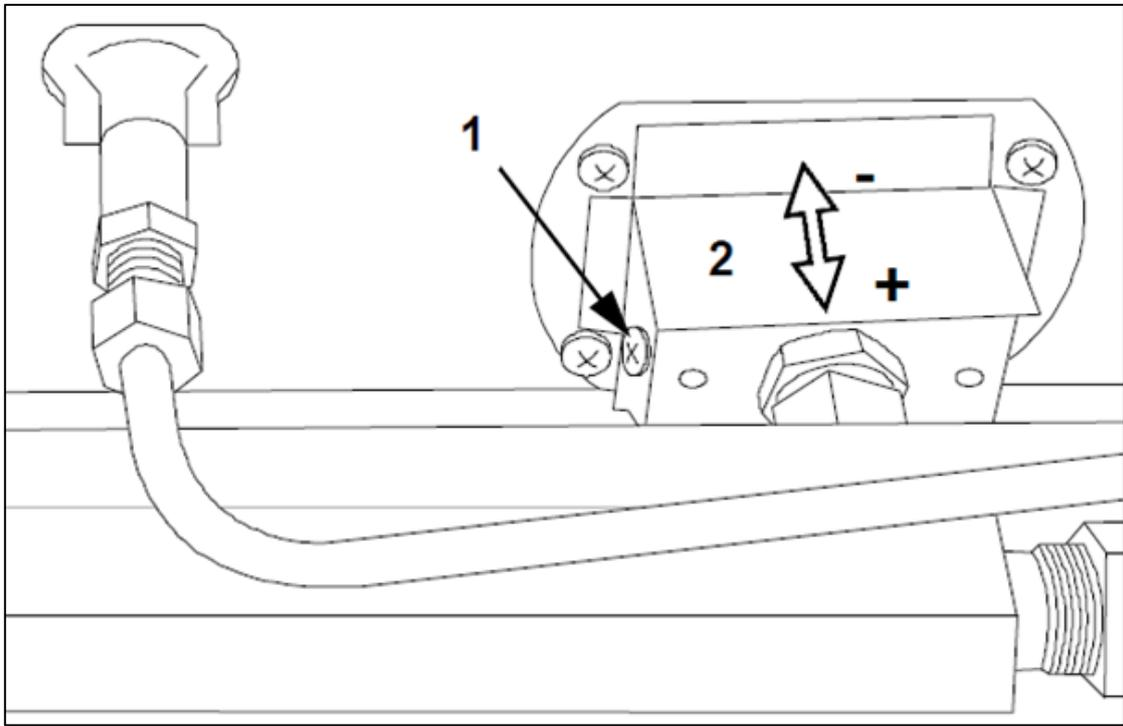

FIG. 9
Quitar el panel frontal (fig.3-Ref.2) destornillando los tornillos, quitar el registro aire (fig.9 Ref.1/2), los inyectores quedan ahora visibles y accesibles. Destornillarlos con la correspondiente llave fija y sustituirlos por los adecuados, según las indicaciones de la tabla de los datos técnicos relativa al modelo de horno adquirido.
Aflojar el tornillo (FIG.9-Ref.1) y hacer correr por su ranura el registro de aire del quemador (FIG.9-Ref.2). A regulación ultimada fijar el registro en la posición correcta con un destornillador (1) FIG.9-Ref.1).